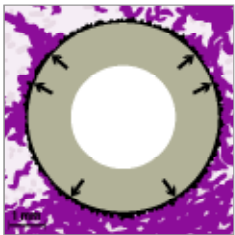

Abb. 1
- Plasmapore^{XP}® Beschichtung ermöglicht klare Abgrenzung der Konturen des Implantats während der Bildgebung (Abb. 1)